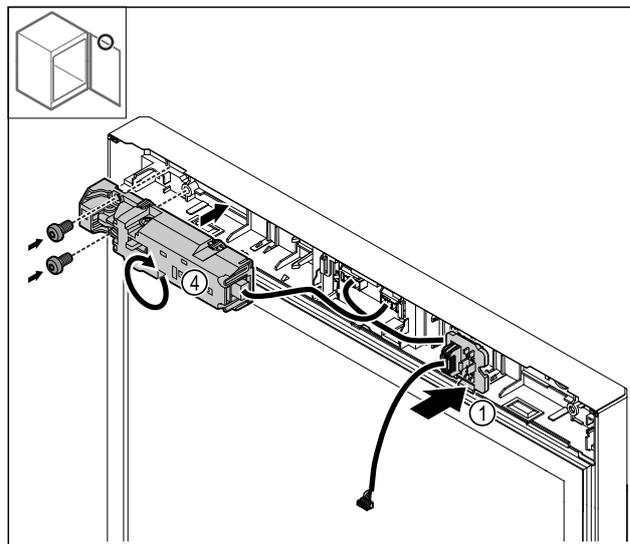

Fig. 29
- Innestare il supporto della spina Fig. 29 (1) sul lato opposto.
- Ruotare la serratura elettrica Fig. 29 (4) di 180° e fissarla sul lato opposto.